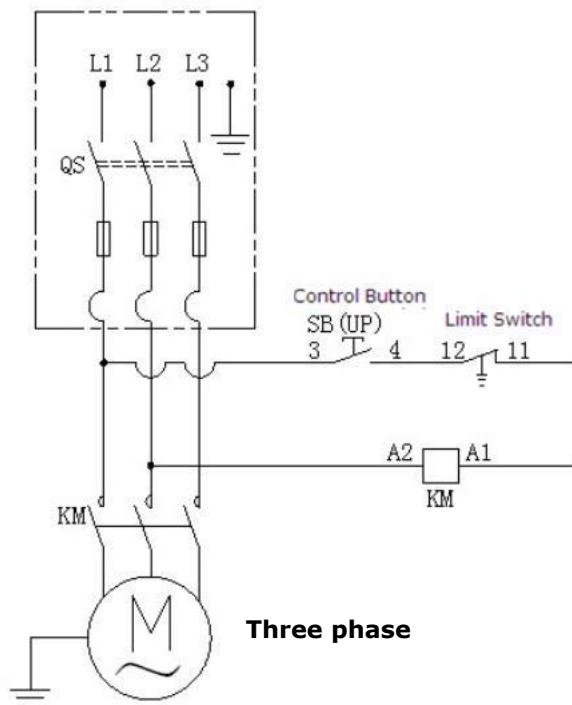

Fig. 40
1. Circuit diagram (See Fig. 40)